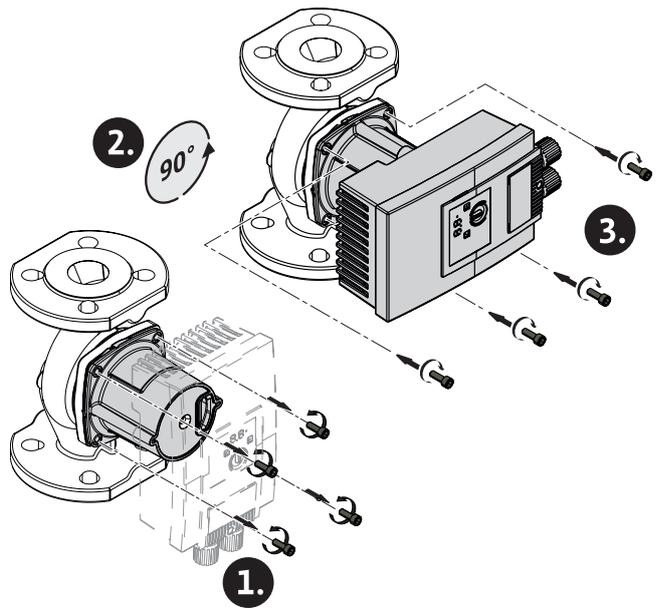

Fig. 5: Alineación del motor
2. Afloje el cabezal del motor y gírelo con cuidado → Fig. 5.